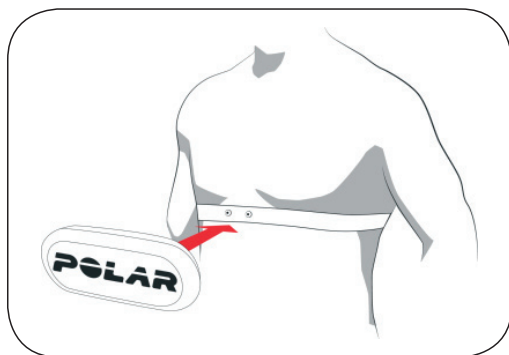

Рисунок 3.
6.3.4. Закрепите присоединитель. Убедитесь, что полярный логотип находится снаружи (рис.3).